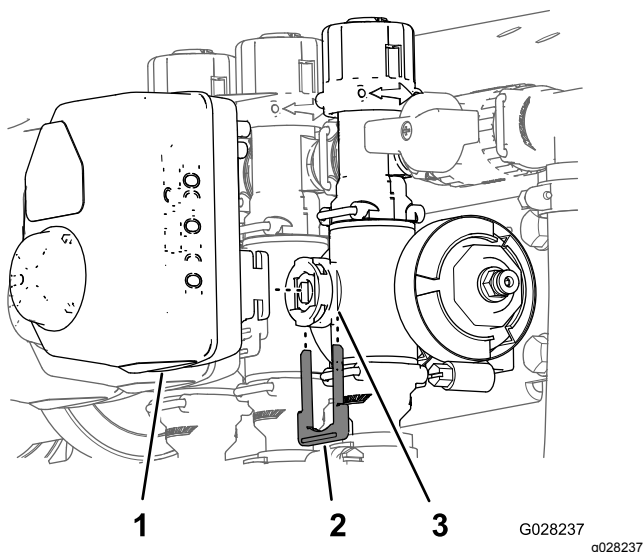

Figura 112
3. Rimuovete il fermo che fissa l'attuatore alla valvola del collettore per la valvola di controllo del volume, dell'agitatore, principale delle sezioni o di sezione (Figura 112).